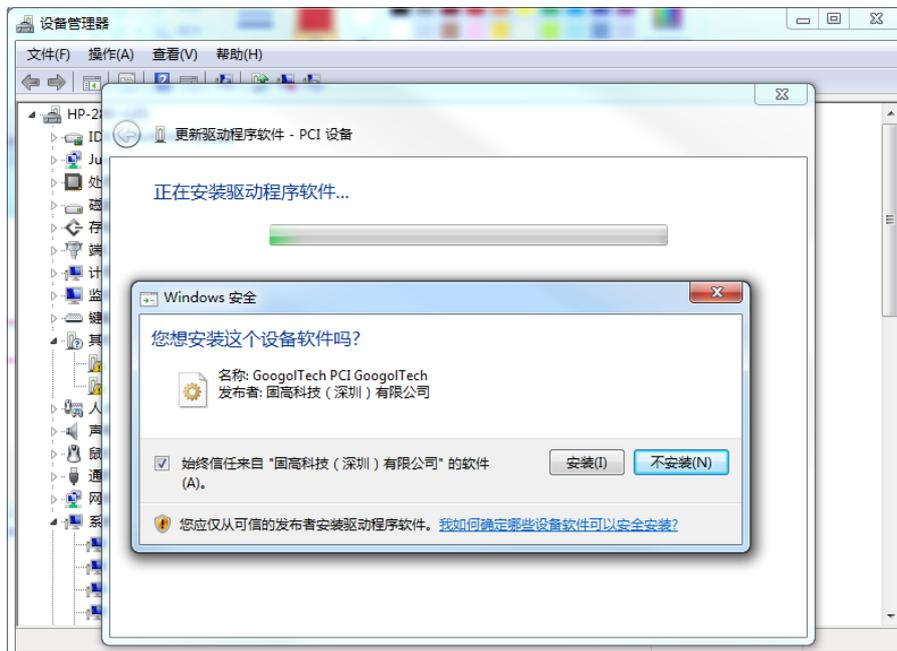

图 2-5 控制卡驱动程序安装界面 5
(6) 如图 2-5 所示，勾选“始终信任来自”固高科技(深圳)有限公司的软件(A)”，点击“安装(I)”。